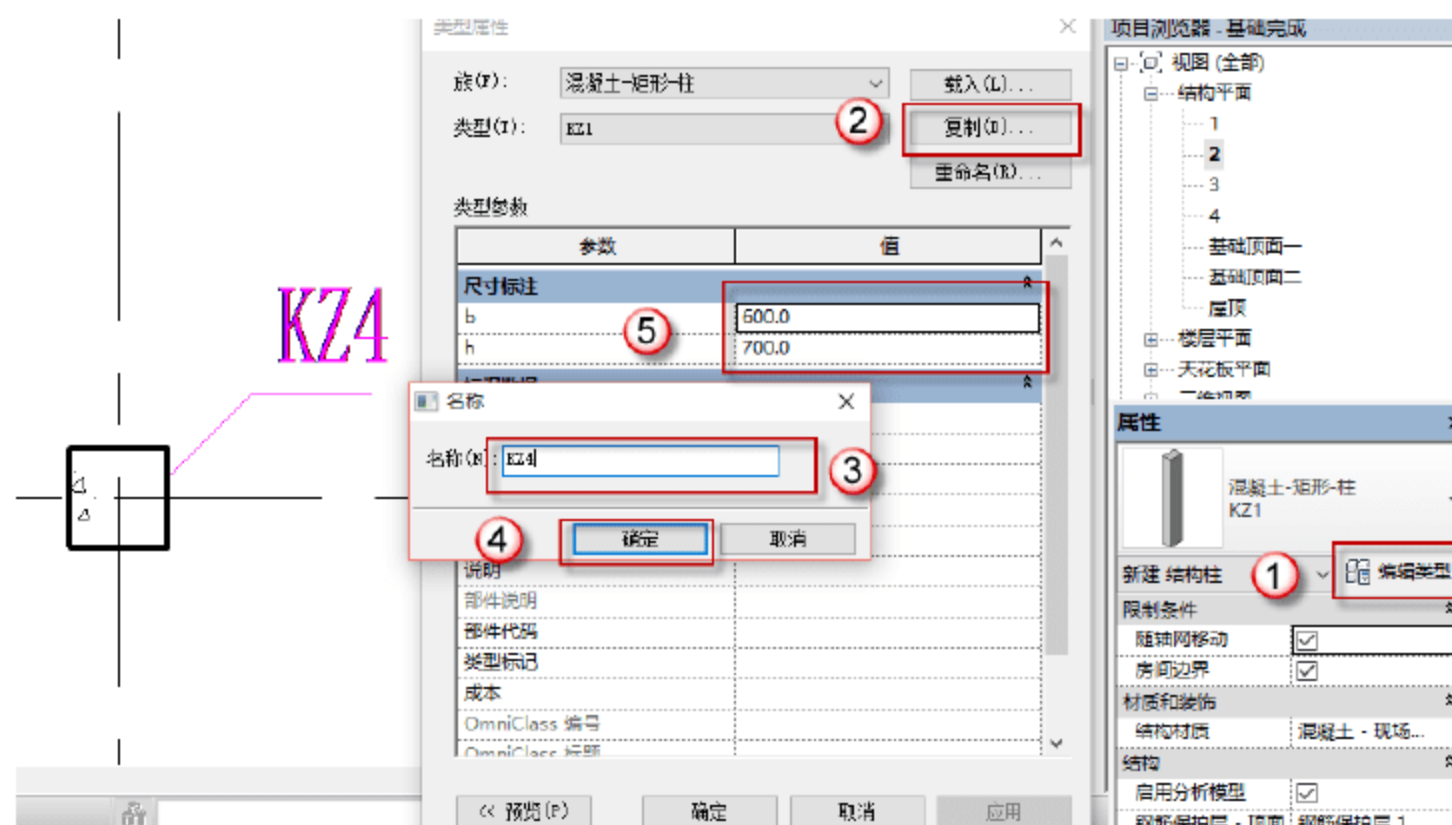

图 4.1.9 设置矩形框架柱 KZ4
(9) 设置矩形柱 KZ4 参数,按快捷键 C+L,出现绘制的界面,单击“编辑类型”按钮,在弹出的对话框中单击“复制”按钮,再在弹出的对话框中命名新的族 KZ4,单击“确定”按钮。在“尺寸标注”栏设置参数,如图 4.1.9 所示。